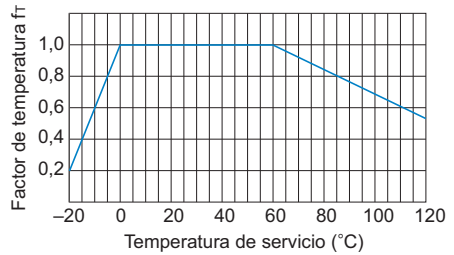

Fig.2 Factor de temperatura
Si la temperatura de la tuerca trapezoidal para husillo supera la gama de temperaturas normal, se reducirán la resistencia al agarrotamiento de la tuerca y la resistencia del material. Por lo tanto, es necesario multiplicar el par de torsión dinámico admisible (T) y el empuje dinámico admisible (F) por el factor de temperatura correspondiente indicado en la Fig.2.
- fT : Factor de temperatura (consulte la Fig.2)
- F : Empuje dinámico admisible (N)
- PF : Carga axial (N)